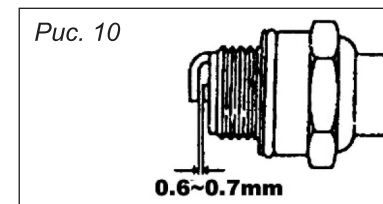

Рис. 10
9.3. Свеча зажигания (рис. 10)